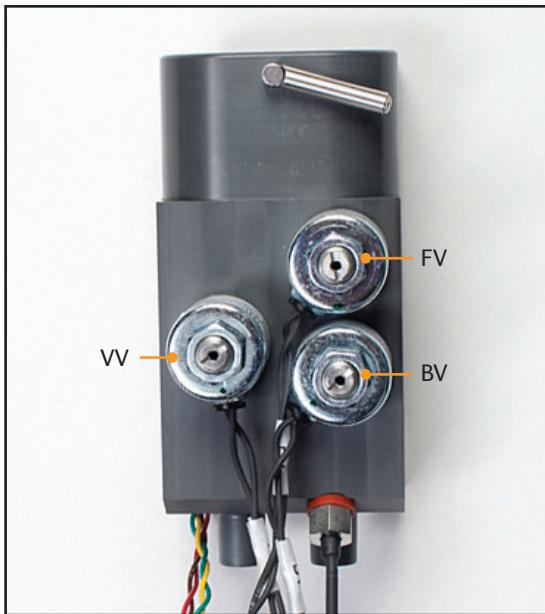

Fig. 8-62 Colector, que muestra la posición de los 3 solenoides (paso 8)
8. Al reinstalar el mazo de cables del colector, tenga en cuenta las etiquetas del mazo de cables que identifican los solenoides (FV, BV, VV). Si los solenoides no están en la posición correcta como se muestra, el dispositivo no funcionará correctamente (fig. 8-62).